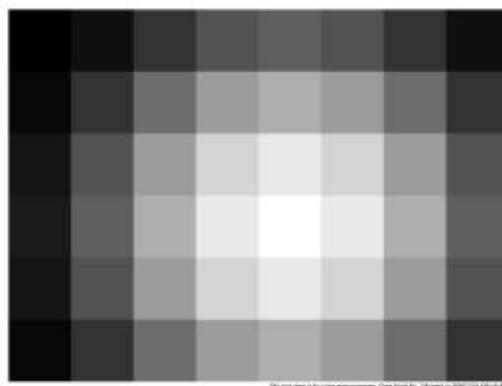

图 4-6-1
- 必须使用灰度渐变卡，如图 4-6-1；
- 高光拍摄要求：图 4-6-1 中最亮块为最亮块为 3x3 块内至少有一块过曝，除该 3x3 块之外不允许有过曝块；